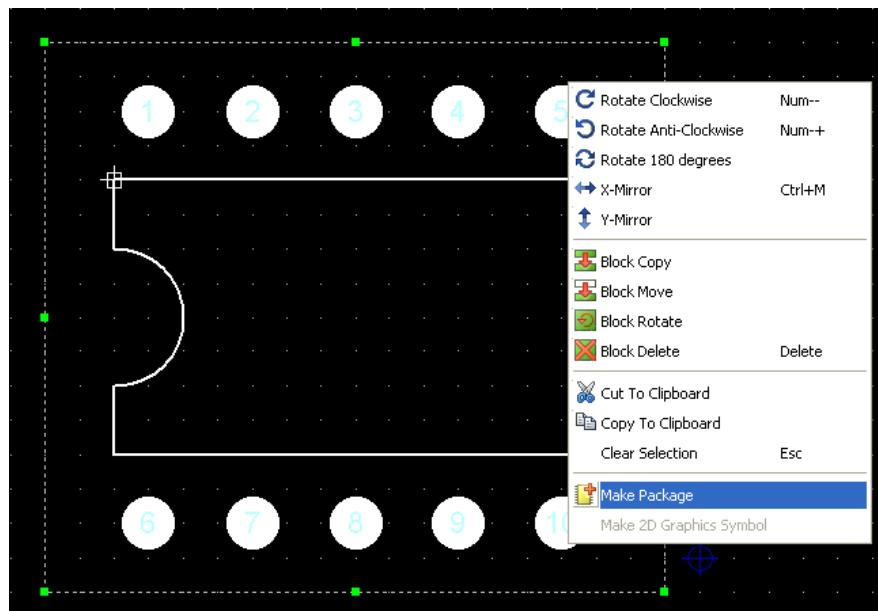

Figura 89: *Menu Make Package para configuração do encapsulamento.*
10. Selecione o conjunto e clique com o botão direito sobre o mesmo, abrirá um menu, figura 89. Escolha a opção **Make Package** a fim de configurar o encapsulamento.